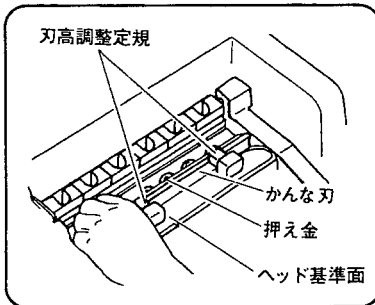

図 37
(4) 付属の刃高調整定規でかんな刃を押し入れ、ヘッドの基準面に刃高調整定規 2 個を取付けます。(図 37)